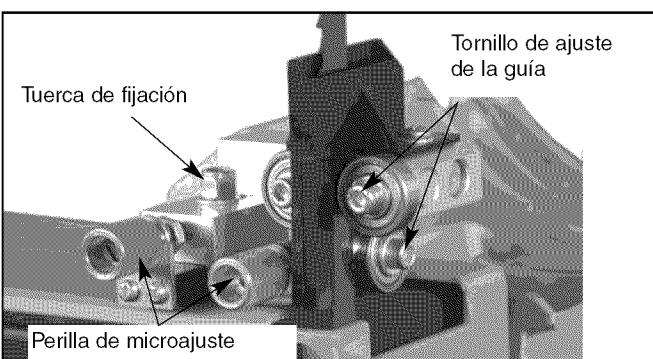

Figura 26 – Ajuste de las Guías de la Hoja
- Para ajustar las guías inferiores de la hoja, primero sitúe las guías derecha e izquierda de rodillo con respecto a la hoja, aflojando la tuerca de fijación (Figura 26) y moviendo el portaguías hasta que ambas guías de rodillo estén a aproximadamente $\frac{1}{16}$ " detrás de los espacios entre los dientes de la hoja de la sierra.
- Afloje el tornillo de ajuste de la guía (Figura 26) y gire las perillas de microajuste en cada lado de la hoja de la sierra para ajustar las dos guías de rodillo a no más de $\frac{1}{32}$ " de la hoja de la sierra. No coloque las guías de rodillo demasiado cerca, porque eso afectará adversamente la vida útil de la hoja de la sierra.
- Desbloquee el tornillo de ajuste de la guía (Figura 26) y gire el tornillo de microajuste para ajustar la guía del rodillo trasero para que quede apenas separada de la parte posterior de la hoja de la sierra.
- Cuando logre el ajuste correcto, fije las guías de rodillo en posición con los tornillos de ajuste de las guías (Figura 26).